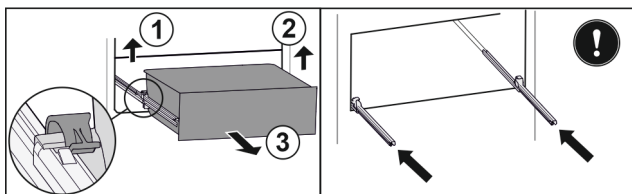

Fig. 96
- ▶ Zvedněte levou svorku a současně vytáhněte zásuvku vlevo dopředu. Fig. 96 (1)
- ▶ Zvedněte pravou svorku a současně vytáhněte zásuvku vpravo dopředu. Fig. 96 (2)
- ▶ Vyjměte zásuvku dopředu. Fig. 96 (3)